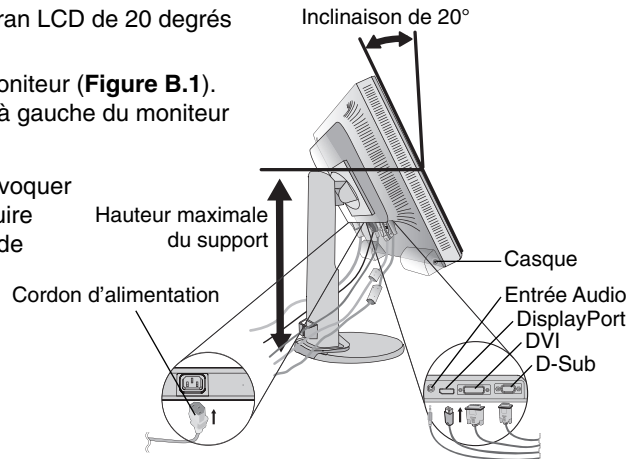

Figure B.1
4. Reliez tous les câbles au connecteur approprié à l'arrière du moniteur (**Figure B.1**). Branchez les écouteurs (non fournis) au connecteur approprié à gauche du moniteur (**Figure B.1**).